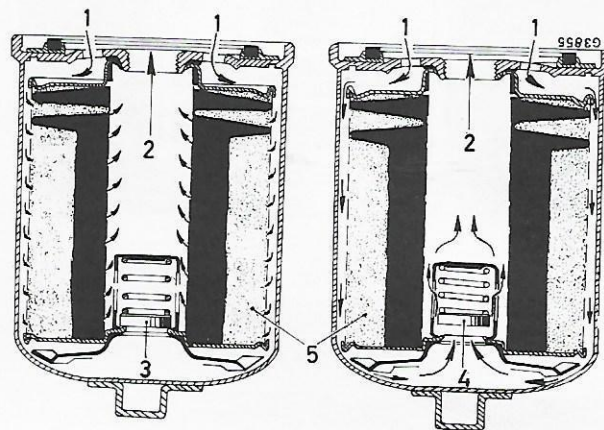

Fig. 47
Après un temps de service prolongé l'élément filtrant se colmate, empêchant ainsi le passage satisfaisant de l'huile. Il en résulte une augmentation de pression qui repousse le ressort maintenant le clapet de sécurité (4, fig. 47) sur son siège. Le lubrifiant peut alors se diriger (2) vers le conduit principal de graissage du moteur. Bien que non filtrée, l'huile assure le graissage sans interruption des organes mobiles du moteur.